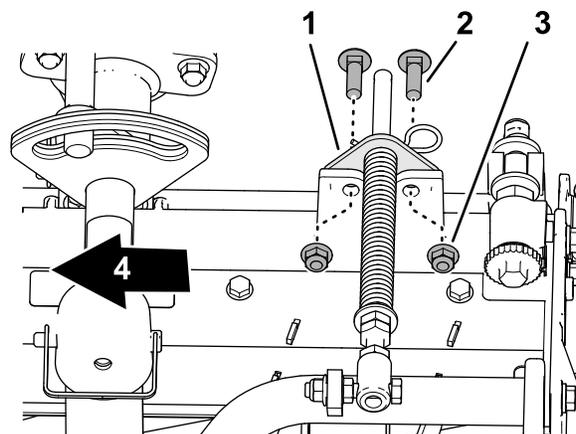

Figura 14
5. Alinhe os furos no suporte do compensador de relva com os furos do cilindro da estrutura da unidade de corte (Figura 14).